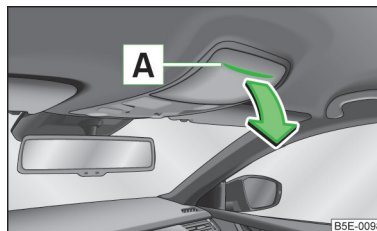

Fig. 71
- Presionar la tapa del compartimento para las gafas en la zona **A** » fig. 71, éste se abre en el sentido de la flecha.